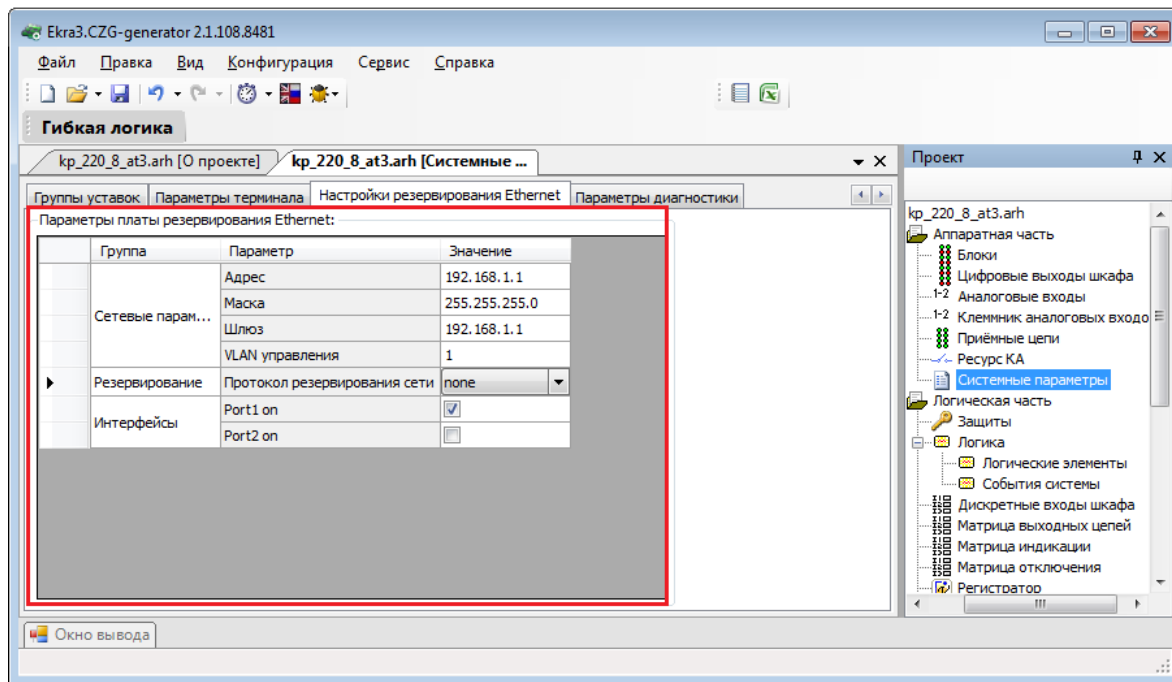

Рисунок 3.69
- резервирование сети отсутствует (см. рисунок 3.69);